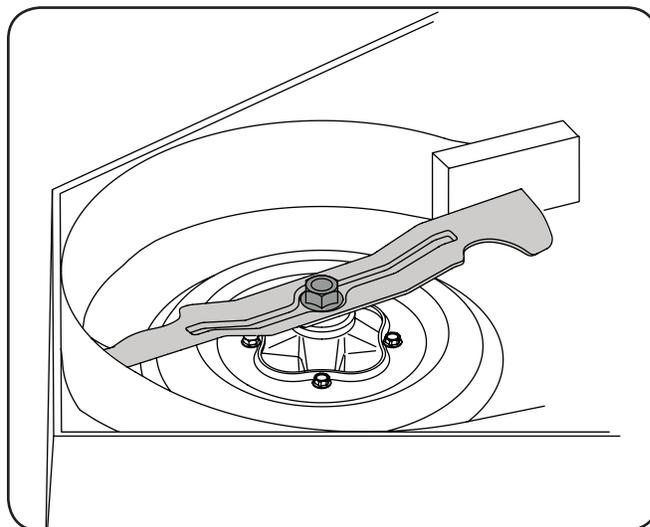

Figure 7-10
2. À l'aide d'une clé de 15/16", retenez l'écrou sur le haut de la fusée, puis desserrez l'écrou qui fixe la lame à la fusée. Pour desserrer plus facilement l'écrou qui fixe la lame, placez un petit bloc de bois entre le plateau de coupe et le tranchant de la lame. Voir Figure 7-10.